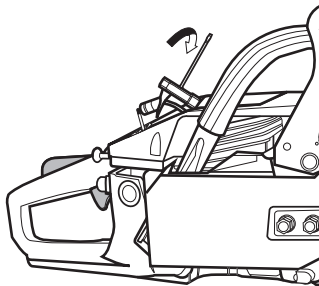

Abb. 36
3. Drehen Sie die Zündkerze mit dem Universalschlüssel (32) gegen den Uhrzeigersinn heraus. Versuchen Sie nicht, die Zündkerze mit der Hand zu lösen (Abb. 36).